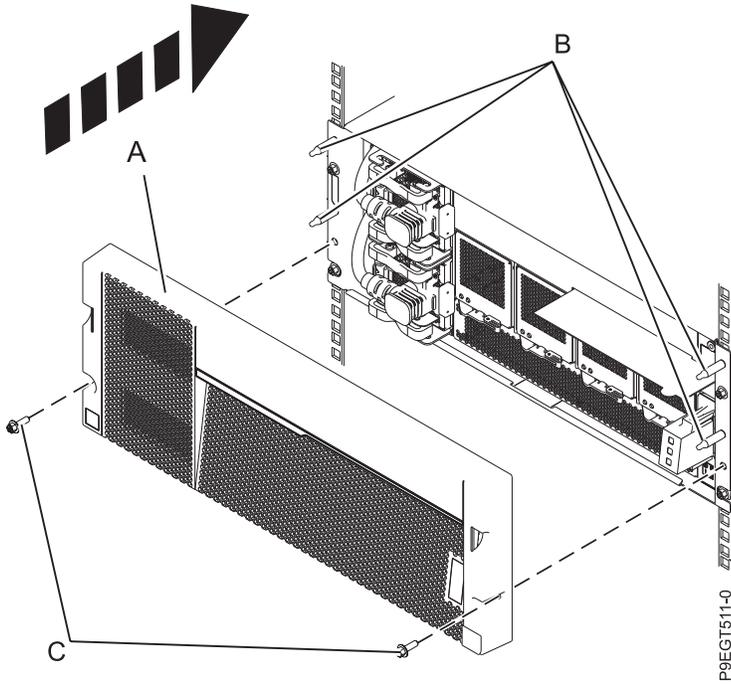

Figura 9. Sustitución de la cubierta frontal
4. Vuelva a poner la cubierta frontal **(A)** presionando la cubierta en los pasadores de posicionamiento **(B)**. Si la cubierta tenía tornillos **(C)** cuando se quitó, fíjela con dichos tornillos. Consulte la Figura 9 en la página 8.